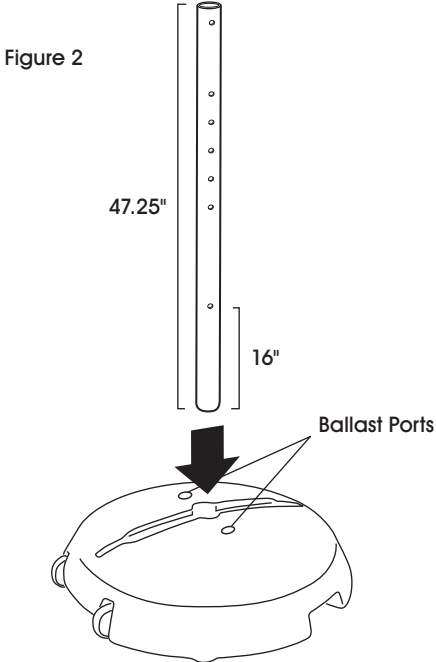

Figure 2
3. Replace ballast port plugs. (See Figure 2)
4. Insert sign pole into center hole of sign base using a twisting motion while pressing down. Make sure the end of the pole with 6 mounting holes is facing up, with holes perpendicular to slot in the base. (See Figure 2)
2. Flip base upright. If additional weight is needed, remove the ballast port plugs and fill the sign base with sand or water. (See Figure 2)
2. Retournez la base à l'endroit. Si du poids supplémentaire est nécessaire, retirez les bouchons du ballast et remplissez la base pour enseigne avec du sable ou de l'eau. (Voir Figure 2)
3. Remplacez les bouchons du ballast. (Voir Figure 2)
4. Insérez le poteau pour enseigne dans le trou central de la base pour enseigne en le tournant tout en appuyant vers le bas. Assurez-vous que l'extrémité du poteau avec les 6 trous de montage est orientée vers le haut et que les trous sont perpendiculaires à la fente de la base. (Voir Figure 2)